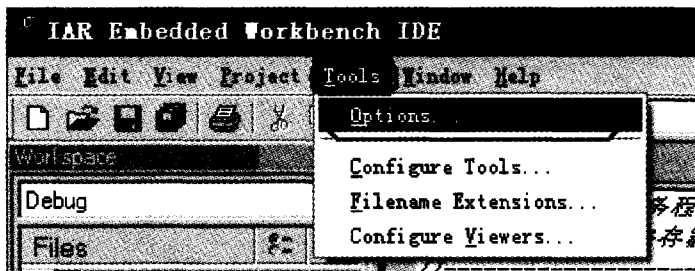

图 6.11 选项菜单
① 先选择 Tools 菜单下的 Options 选项(参见图 6.11: 选项菜单)。